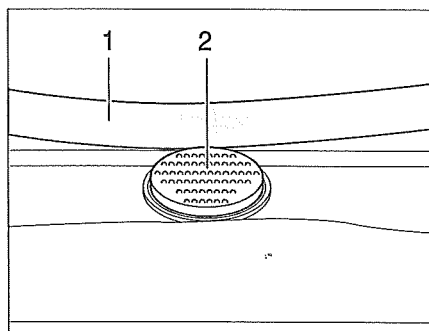

Bild 41 Låsknapp på Heki-takluckan
Öppna: ■ Tryck på låsknappen (Bild 41,2) och dra ner bygeln (Bild 41,1) med båda händerna.
■ Tryck bygeln uppåt med båda händerna tills bygeln ligger ovanför låsknappen (Bild 41,2).
■ Tryck på låsknappen (Bild 41,2) och dra ner bygeln (Bild 41,1) med båda händerna.